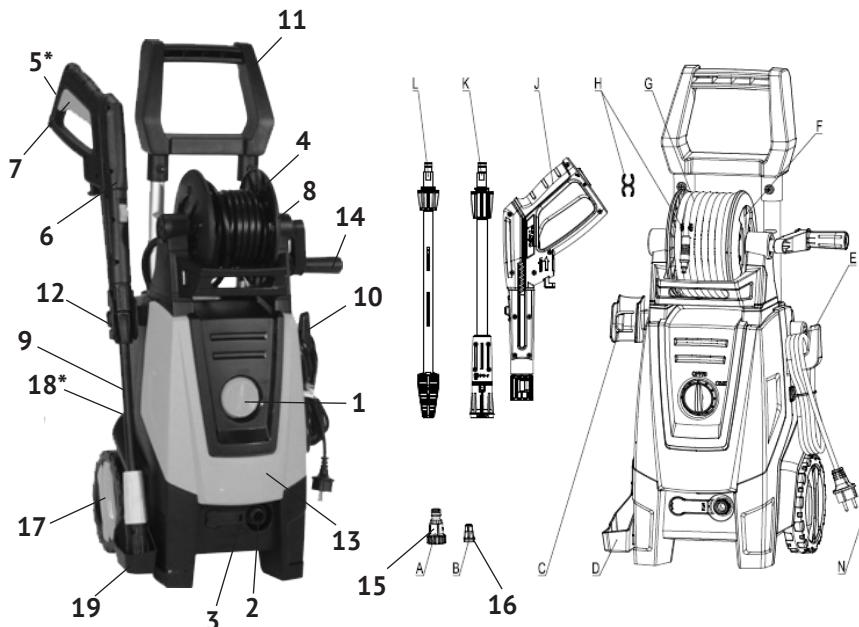

рис.1
4.1 Общий вид мойки представлен на рис. 1:
Электродвигатель с плунжерным насосом расположены в пластиковом корпусе (рис.1 поз.13). Сверху на корпусе закреплена рукоятка (рис.1 поз.11) для транспортировки. На держателе (рис.1 поз.12) крепится пистолет (рис.1 поз.19) с насадкой - распылителем с регулируемой головкой (рис.1 поз.9). Выключатель (рис.1 поз.1), выходной штуцер (рис.1 поз.2) и фиксатор быстросъёмного разъёма шланга высокого давления (рис.1 поз.3) расположены на передней панели корпуса мойки (рис.1 поз.13). На крюке (рис.1 поз.10) подвешен кабель питания с вилкой. На задней панели корпуса расположено отверстие для входа воды, на которое крепится входной штуцер (рис.1 поз.15) с фильтром. (рис.1 поз.16).
К штуцеру, через переходник (не входит в комплект поставки), подключается шланг подачи воды. В нижней части рукоятки пистолета (рис.1 поз.6) расположена клавиша блокировки курка от случайного включения (рис.1 поз.5) с символами: «замок закрыт» - заблокировано, «замок открыт» - разблокировано. Ёмкость для моющего средства (рис.1 поз.18) закреплён сзади под входным патрубком. Включение мойки осуществляется нажатием на курок (рис.1 поз.7), после его разблокировки. Мойка снабжена системой тотал – стоп (TSS), то есть, после отпускания курка автоматически отключается двигатель с насосом.
Нажмите пусковой курок пистолета, чтобы выпустить воздух из системы подачи воды. Заблокируйте пусковой курок, переведя клавишу (рис.1 поз.5) в положение «замок закрыт».